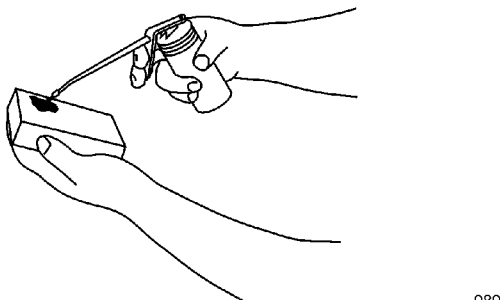

Figure 23
5. Appliquer une cuillère à soupe d'huile SAE 30W sur le filtre à air (Fig. 23).